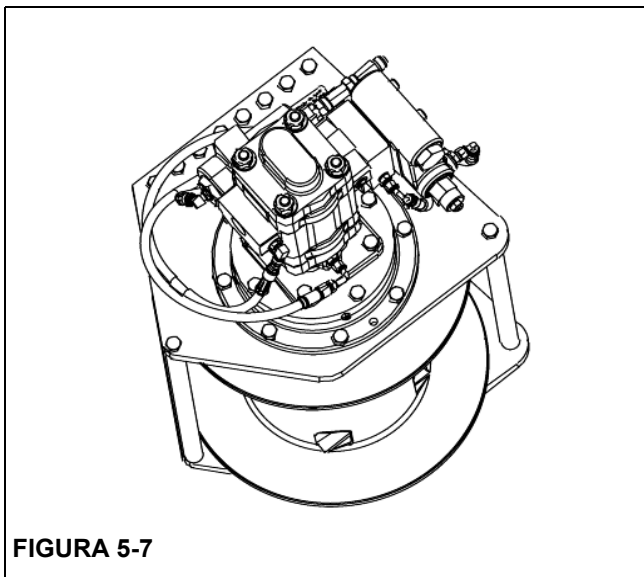

FIGURA 5-7
1. Apoye el malacate sobre su extremo, con el motor hacia arriba. Coloque bloques debajo de la placa lateral de manera que el peso del malacate no se apoye sobre el eje (Figura 5-7).
2. Inspeccione el tambor de cable (5) para verificar su integridad estructural y reemplácelo de ser necesario.
3. Fije el eje (32) a la placa lateral (29) usando los seis pernos (3). Compruebe que el registro (30) quede debidamente orientado. Apriete los pernos a un valor de 100 a 110 lb-pie.
4. Instale el anillo retenedor (48) en el eje (32).
5. Coloque la unidad sobre el suelo con las varillas (2) orientadas hacia arriba. Sostenga la placa lateral (29) con bloques (Figura 5-7) de modo que el malacate no esté apoyado sobre su eje (32).
6. Coloque el tambor de cable (5) sobre el eje (32) y asiente el tambor sobre el cojinete (28). Procure no dañar el sello (7-4).
7. Instale el grupo de planetarios de salida (4).
8. Instale el engranaje solar de salida (16) en el grupo de planetarios de salida.
9. Instale la arandela de empuje (6) en el grupo de planetarios de salida.
10. Instale el grupo de planetarios de entrada (36) en el tambor. Asegúrese que encaje sobre el engranaje solar de salida (16).
11. Instale el engranaje solar de entrada (8) y la arandela de empuje (6) en el grupo de planetarios de entrada.
12. Instale la arandela de empuje (6) en el grupo de engranajes de entrada.
13. Instale un anillo "O" nuevo (7-10) y, de ser necesario, un cojinete (28) y sello (7-4) en el portacojinete (26). Engrase el anillo "O" y el sello y después instale el portacojinete en el tambor.
14. Coloque la placa lateral (41) sobre el tambor de cable en las varillas (2). Fije la placa lateral con los tres pernos (1). Apriete los pernos a un par de 80 a 90 lb-pie.
15. Instale el subconjunto del freno en la placa lateral (41). Asegúrese que la espiga guía de la caja de frenos quede alineada con la cavidad del cojinete y que los agujeros de pernos del motor y del registro estén debidamente orientados. Instale los ocho pernos (9). Apriete los pernos de modo uniforme a un par de 80 a 90 lb-pie.